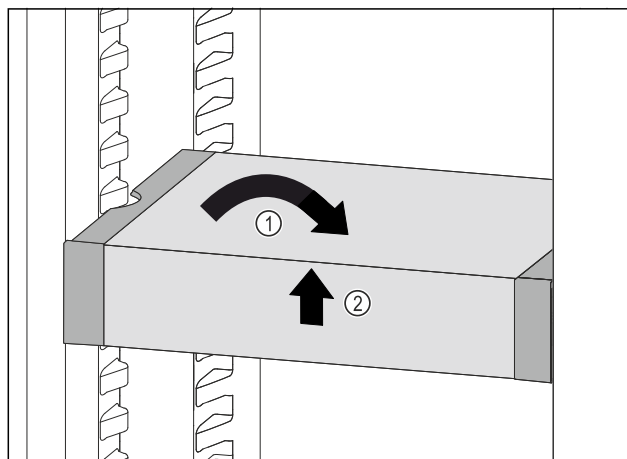

Fig. 101
- Placer VarioSafe lige. Fig. 101 (1)
- Løft VarioSafe op foran. Fig. 101 (2)